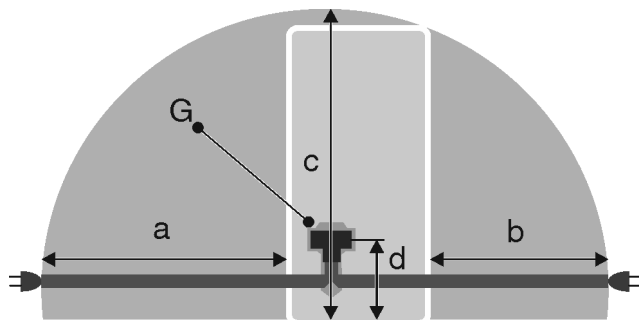

Fig. 22 Kühl-/Gefrierkombinationen / Gefriergeräte / Vollraum-BioFresh-Geräte
- Steckdose liegt nicht hinter dem Gerät, sondern in den Bereichen a oder b Fig. 22 (a, b, c).
- ▶ Gerätestecker Fig. 22 (G) auf der Rückseite des Gerätes einstecken. Auf richtiges Einrasten achten.